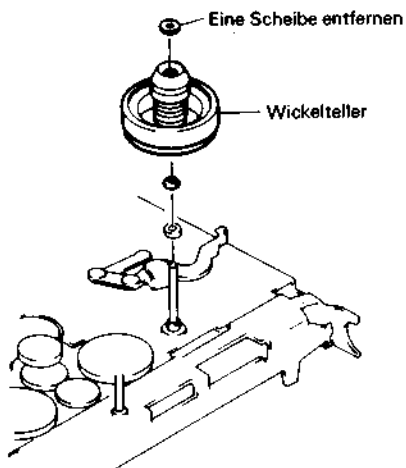

Abb. 2.85 Ausbau des Wickeltellers
Ausbau des Wickeltellers (Abb. 2.85)
2. Eine (1) Scheibe entfernen und den Wickelteller herausziehen (siehe Abb. 2.85).